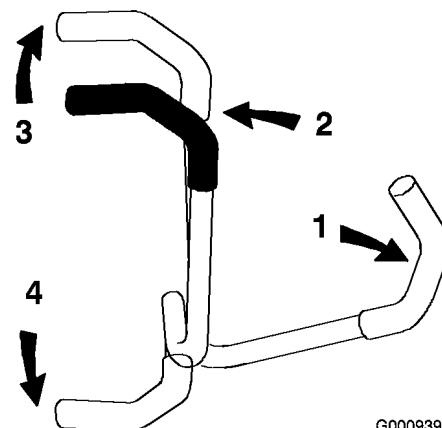

Bild 16
3. Schieben Sie für das Vorwärtssfahren die Fahrtriebshebel langsam vorwärts (Bild 16).
Wenden Sie zum Geradeausfahren auf beide Fahrtriebshebel denselben Druck an (Bild 16).
Bewegen Sie zum Wenden den Fahrtriebshebel in Richtung Neutral, in dessen Richtung Sie wenden möchten (Bild 16).
2. Ziehen Sie zum Rückwärtssfahren die Fahrtriebshebel langsam nach hinten (Bild 16).
Wenden Sie zum Geradeausfahren auf beide Fahrantreibshebel denselben Druck an (Bild 16).
Verringern Sie zum Wenden den Druck auf den Fahrantreibshebel an der Seite, in deren Richtung Sie wenden möchten (Bild 16).